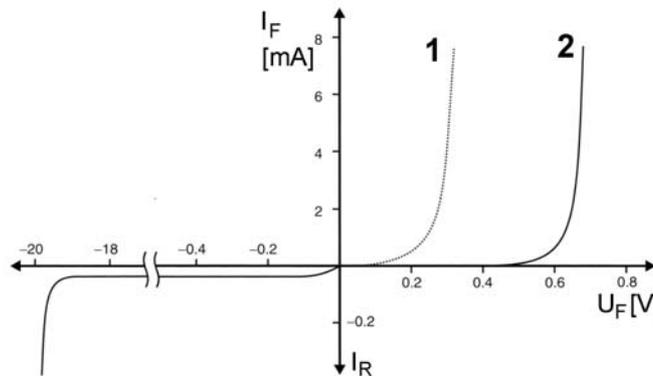

Abb. 1
2. Abb. 1 zeigt zwei Diodenkennlinien. Welche betrifft eine Siliziumdiode, welche eine Germaniumdiode? (Kurze Erläuterung.)